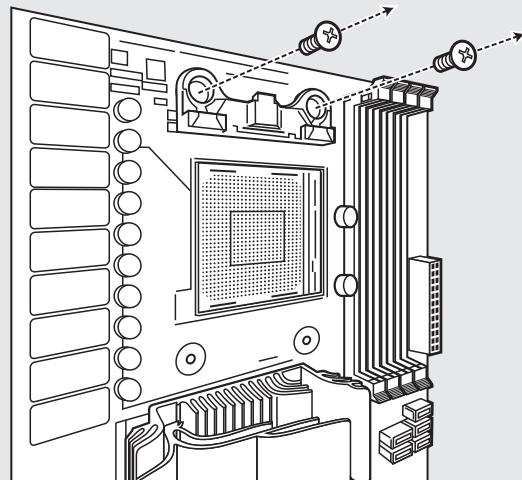

figure 1
- 拆下图示的备用AMD顶部安装支架。(图1)
- Удалите стандартный монтажный кронштейн AMD для верхнего крепления. (Рис. 1)